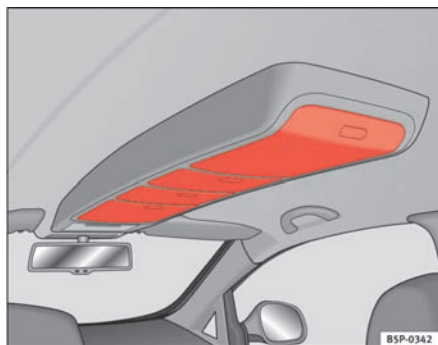

Fig. 105 Opbevaringsrum i loftkonsollen
- Tryk på knappen for at åbne afdækningen til opbevaringsrummet ⇒ fig. 105. Afdækningen bliver herefter åbnet.